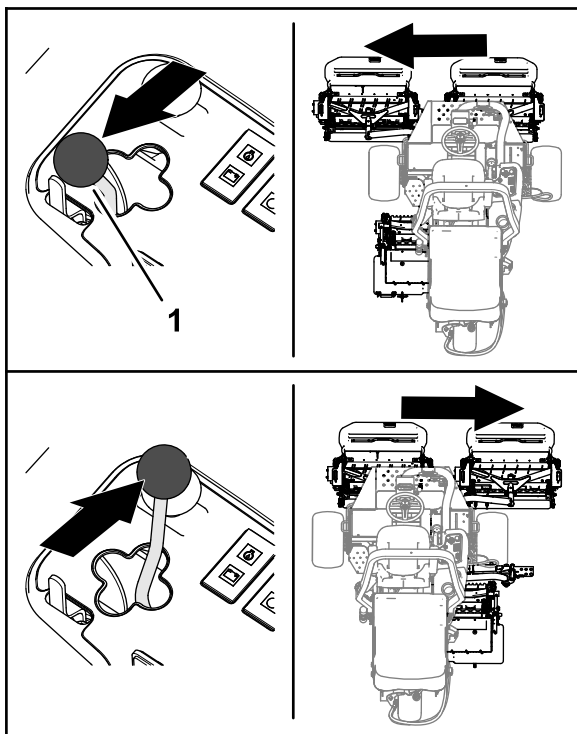

Figura 47
- Spostate la leva di spostamento dell'apparato di taglio verso sinistra o verso destra per spostare gli apparati di taglio a sinistra o a destra (Figura 47).